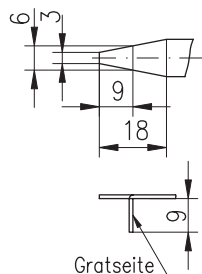

Abb. 10
- Schutzband vorbereiten (Abb. 10).